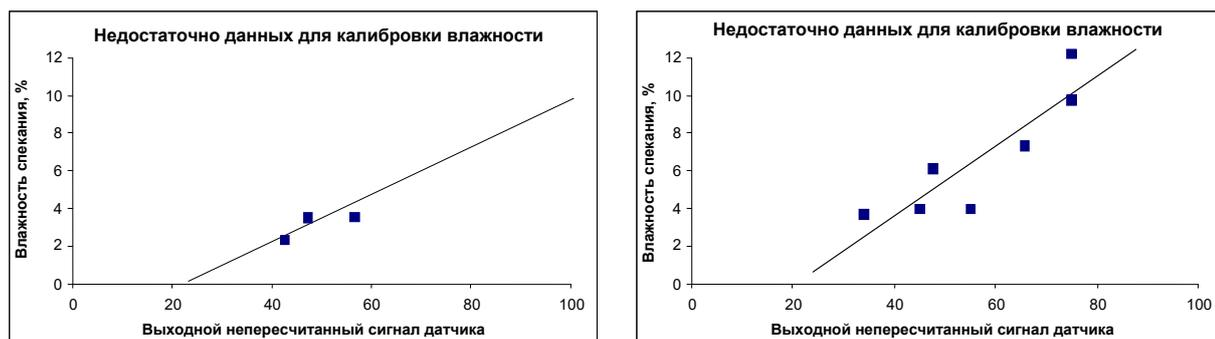

Рисунок 18: Пример недостаточного числа точек калибровки материала
- Образцы взяты при слишком близких значениях содержания влаги (Рисунок 18). Необходим широкий диапазон.
- Имеет место большой разброс в показаниях, как показано на калибровочном графике Рисунок 18 (справа). Обычно это получается в результате сомнительного или неправильно проведенного отбора проб для сушки в печи либо в результате неверного размещения датчика, при котором протекающий поток материала не отвечает заданным требованиям.